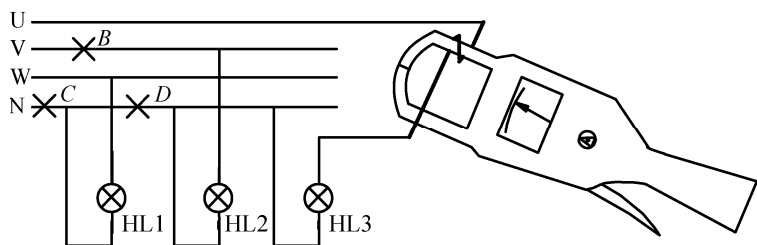

图 2-3
3. 如图 2-3 所示, 对称三相负载接入工频三相四线制电源中, 电源线电压为 380V, 钳形电流表的读数为 4.4A, 试问: